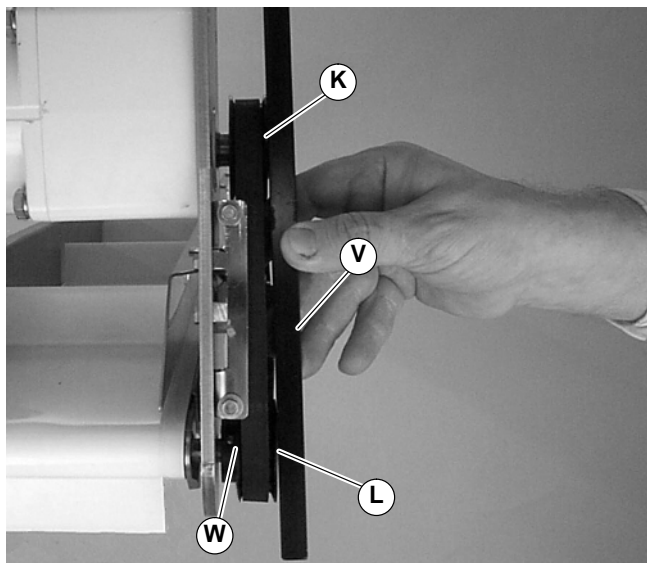

Abbildung 6
6. Mit einem Ausrichtlineal (V siehe Abbildung 6) die Abtriebszahnscheibe L mit der Antriebszahnscheibe ausrichten (K). Die Stellschrauben an der Abtriebszahnscheibe festziehen (W).